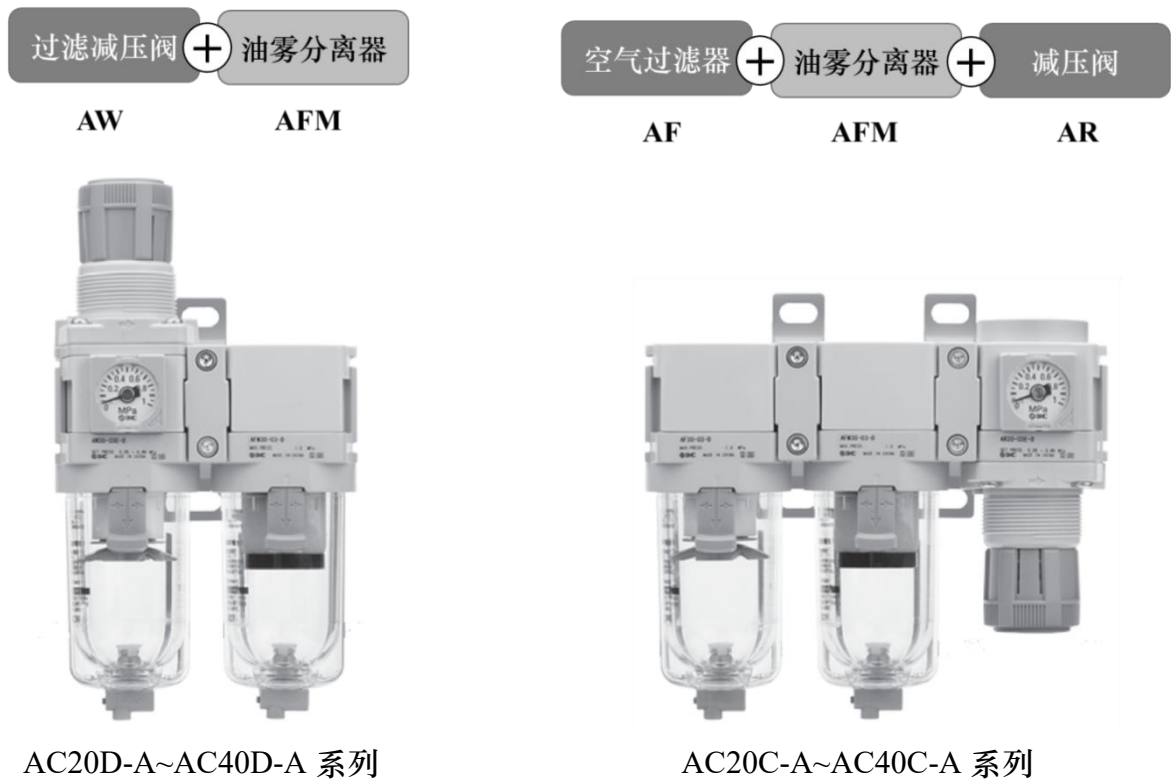

图 2. 调压过滤器组合
①在主管路中配备压缩空气干燥机，过滤掉压缩空气中产生的大部分水分，过滤后的压力露点可达到 -20°C ；
②选择任意与图 2 一致的调压过滤器组合安装在定位器管路的前端，安装时需过滤减压阀（空气过滤器）在前，油雾分离器在后，要求过滤器过滤粒径在 $5.0\mu\text{m}$ 以上的颗粒，最高残余油含量 $\leq 1.0\text{mg}/\text{m}^3$ 。